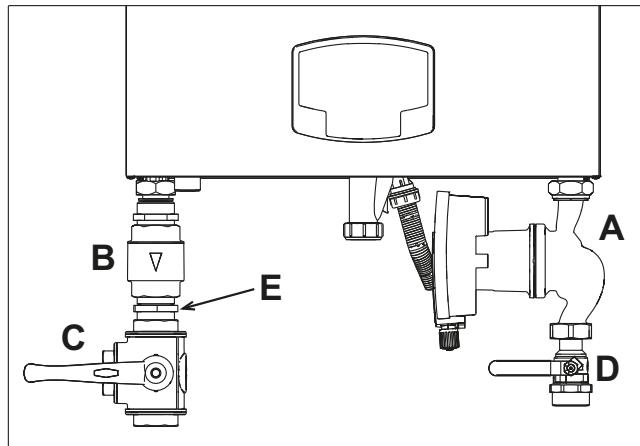

рис. 35- Котел с установленными комплектами
код 042070Х0 - КОМПЛЕКТ ВЫСОКОПРОИЗВОДИТЕЛЬНОГО ЦИРКУЛЯЦИОННОГО НАСОСА - 7 м (A - рис. 35)
код 042071Х0 - КОМПЛЕКТ ВЫСОКОПРОИЗВОДИТЕЛЬНОГО ЦИРКУЛЯЦИОННОГО НАСОСА - 10 м (A - рис. 35)
- 1 НЕВОЗВРАТНЫЙ КЛАПАН - Гнездовое 1"1/2 (B - рис. 35)
- 2 3-ХОДОВОЙ ВЕНТИЛЬ - Гнездовое 1"1/2 (C - рис. 35)
- 3 ВЕНТИЛЬ Штыревое/гнездовое 1"1/2 (D - рис. 35)
- 4 СОЕДИНİТЕЛЬНЫЙ ПАТРУБОК 1"1/2 (E - рис. 35)